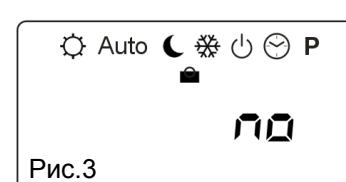

Рис.3
Нажмите несколько раз на (◀) и (▶) пока на экране не начнет мигать символ чемодана 🗂 вместе с надписью «**no**» (Рис.3). Затем введите при помощи (+) и (-) количество часов (H) от 1 до 24 или количество дней (d) от 1 до 95.